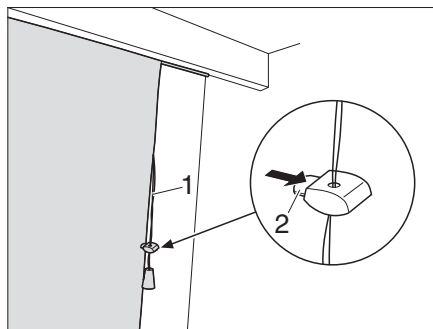

Fig. 81 Store plissé
- Tirer sur le cordon (Fig. 81,1) vers le bas. Le store est tiré vers le haut par les bandes et plissé.
- Appuyer sur la borne (Fig. 81,2) du support et pousser le support sur la position souhaitée.
- Appuyer sur la borne (Fig. 81,2) du support.